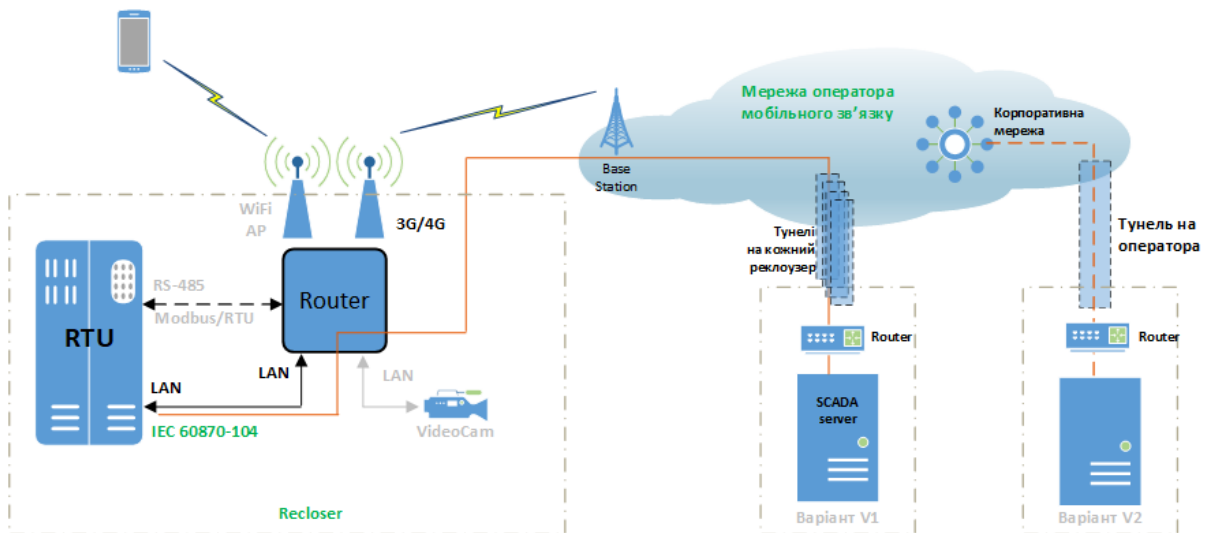

Рис.1. Схема зв'язку з реклоузером
- Для інтеграції ПТЗ реклоузера до систем верхнього рівня використовується порт Ethernet Терміналу AR12 та мережевий протокол TCP/IP. Зазвичай канал зв'язку надається операторами стільникового зв'язку, тому у якості комунікаційного обладнання використовується модем, або роутер для стільникових мереж. Узагальнена схема зв'язку представлена на Рис.1.
Перший варіант (на Рис.1 – “Варіант V1”) передбачає будівництво тунелю між роутером скада та кожним реклоузером, точніше роутером реклоузера. Тобто, кількість тунелів визначається кількістю реклоузерів. Тунель будується через мережу Internet, тому роутер повинен мати надійний фаєрвол.
Другий варіант (на Рис.1 – “Варіант V2”) передбачає тільки один тунель – до оператора стільникового зв'язку. Цей тунель забезпечує доступ до корпоративної мережі з фіксованими IP-адресами, яка організовується оператором.